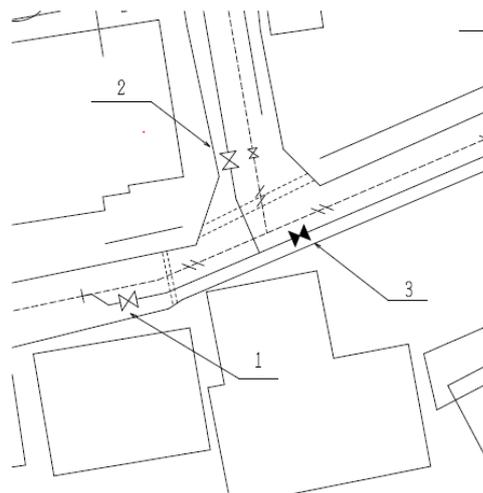

図 7-2 仕切弁表示例
- コ 仕切弁、青銅仕切弁、消火栓及び空気弁には管理番号を記載すること。（配水管に設置するものについてのみ。給水管に設置するものには記載しなくてよい。また、詳細図等には記載しなくてよい）。字の大きさは 3.5 mm以上のサイズとし、交差点等で設置基数が多くなる場合は、引き出し線等を使用して表示すること。（図 7-2 参照）
- サ 締切仕切弁は（排水管に設置するものは除く）黒塗りで図示すること。（図 7-2 参照）